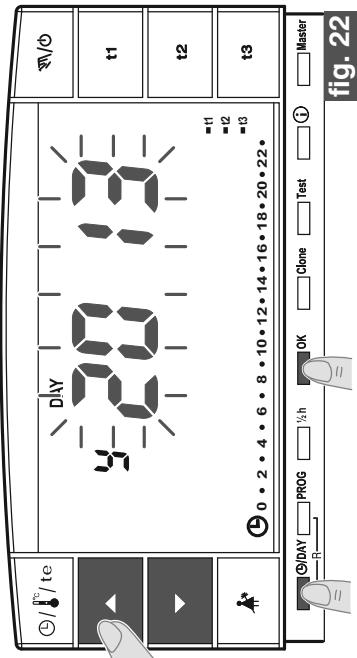

fig. 22
- Modificar el año (si es necesario) utilizando las teclas $\blacktriangle\blacktriangleright$ (fig. 22); presionando por impulsos se aumenta o disminuye de un año; la presión continua activa el desplazamiento rápido.